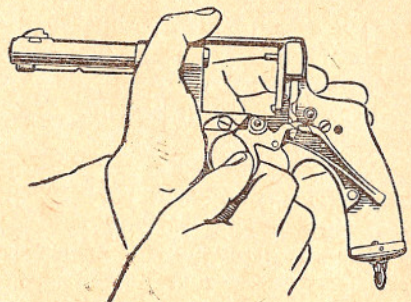

Рис. 35. Как снять спусковой крючок.
9) **снять спусковой крючок** (рис. 35);